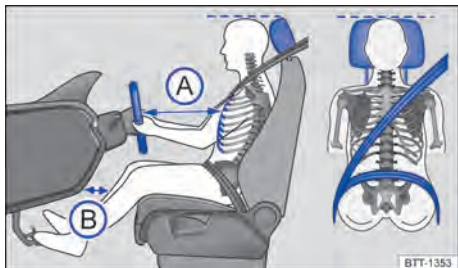

Fig. 25 Distância correta do condutor em relação ao volante, posição correta do cadoço do cinto de segurança e ajuste correto do apoio para cabeça.
- Ajustar o banco do condutor na direção longitudinal de modo que os pedais possam ser acionados com as pernas ligeiramente arqueadas e a distância para o painel de instrumentos na área do joelho seja de, no mínimo, 10 cm → Fig. 25 (B).
- Ajustar o apoio para cabeça de modo que a sua borda superior se encontre preferencialmente na mesma linha da parte superior da cabeça → Fig. 25 – porém não abaixo da altura dos olhos. Posicionar a parte posterior da cabeça o mais perto possível do apoio para cabeça.
- Ajustar o banco de modo que a distância entre o volante e o tórax tenha no mínimo 25 cm → Fig. 25 (A) e que o condutor possa segurar o volante pela borda externa com as duas mãos e os braços ligeiramente flexionados.